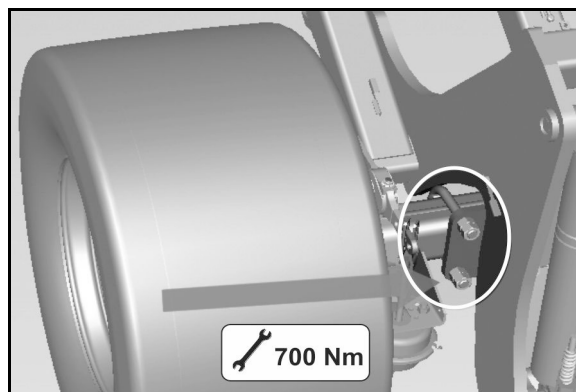

Fig. 59
1. Skru de to afskærmninger (Fig. 59/1) af på indersiden af bremsetromlen.
Indtrængende snavs kan sætte sig på bremsebelægningerne (Fig. 59/2), hvilket kan medføre væsentligt nedsat bremseevne.